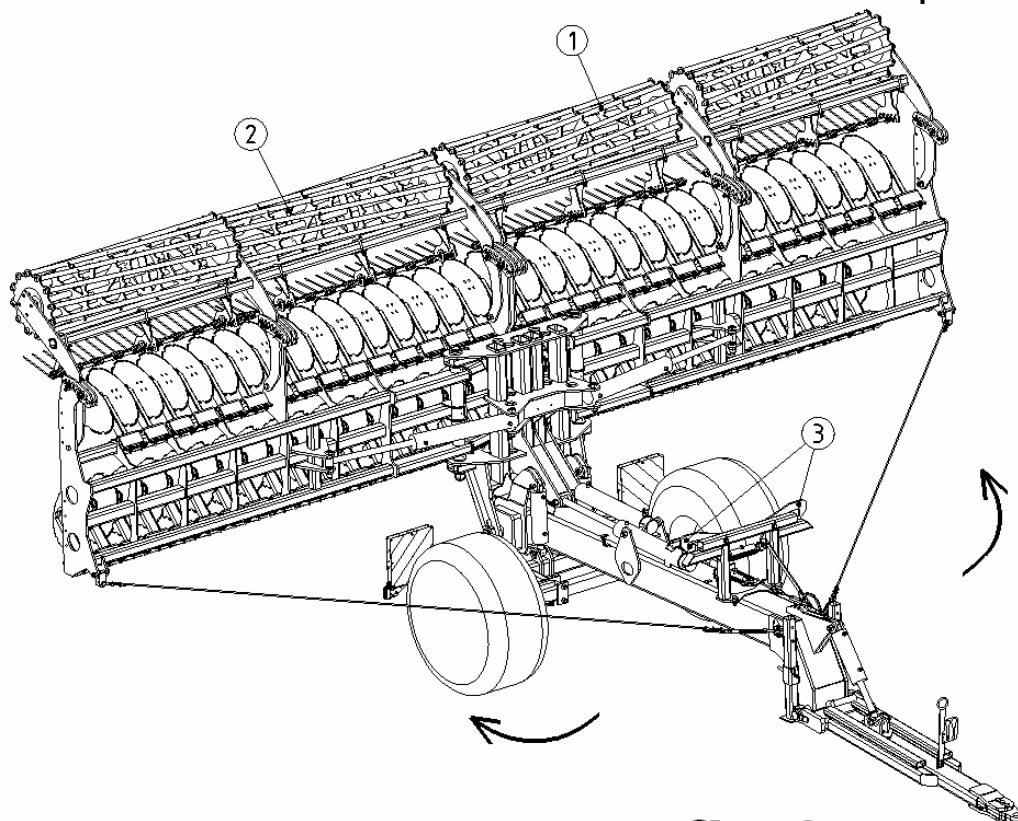

fig.2
- Déplier les sections latérales rep.1 et 2 du diskator (fig. 2).